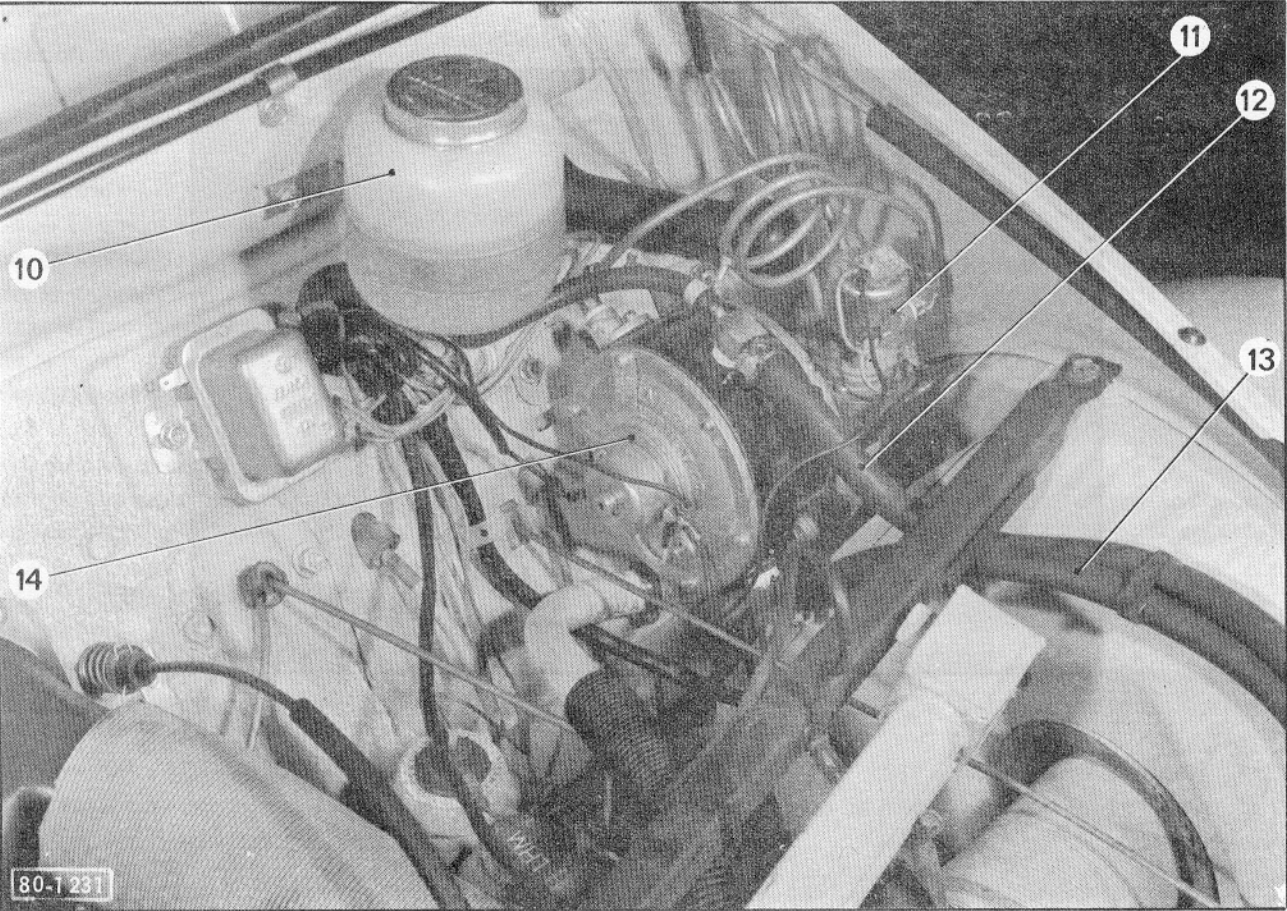

Fig. 4
- Une électro-vanne (11) reliée à la multivanne par un tube en cuivre recuit de 4 X 6, gainé (Fig.4).
- Un vaporiseur-détendeur (14 : Fig.4).
Électro-vanne (Fig.4) :
Vaporiseur-détendeur (Fig.4) :
Un vase d'expansion (10 : Fig.4) fixé sur le déflecteur d'air froid complète le circuit.